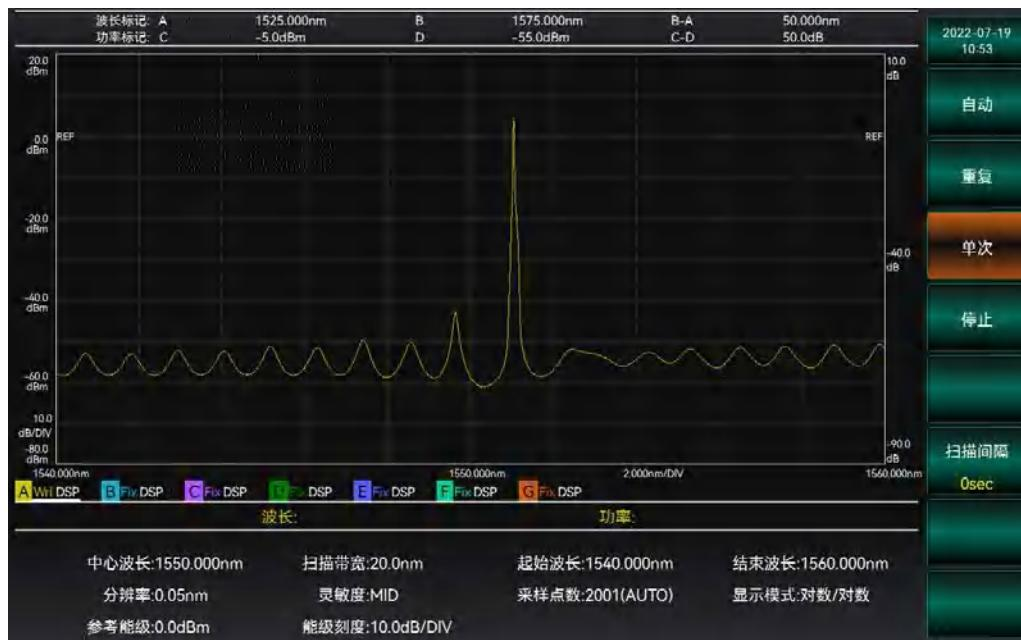

图 3-9 单次扫描结果示意图
- 选择【单次扫描】，开始扫描。扫描完成后如图 3-9 所示。